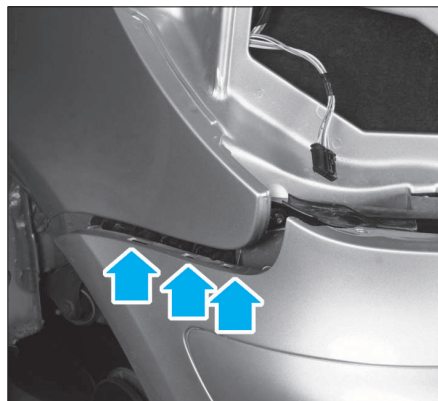

FIG. 64
- De chaque côté, déclipper le pare-chocs (Fig.64).